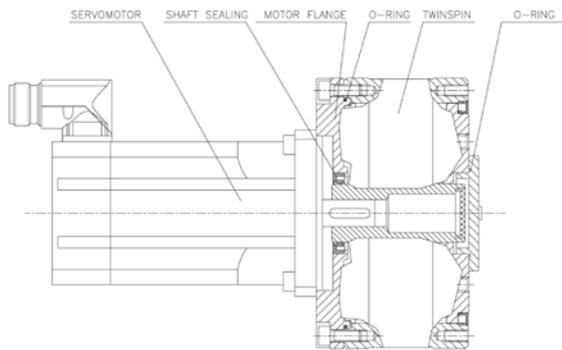

Fig. .5.1.1a
- Description of T model installations Fig. 5.1.1a,b,c,d:
Fig. 5.1.1a shows direct means of contact between a motor shaft and shaft gear, where the torque from the engine is transmitted through a keyway. The advantage of this connection is the small design length of the drive. This method of connection can be used if the motor shaft has a keyway and its diameter is identical with the diameter of the hole in the shaft reduction gear.
Fig. 5.1.1a shows the most common way of connection by using a flange with shaft seal.
- Описание установок модели T Рис. 5.1.1a, b, c, d:
На рис. 5.1.1a показан прямой способ соединения вала двигателя с валом редуктора, где крутящий момент двигателя передается на редуктор шпоночным соединением. Преимуществом этого соединения является малая длина конструкции привода. Этот тип соединения можно использовать, если вал двигателя имеет паз, а диаметр вала соответствует внутреннему диаметру втулки редуктора.
Рис. 5.1.1a показан самый распространенный способ фланцевого соединения с уплотнением вала.